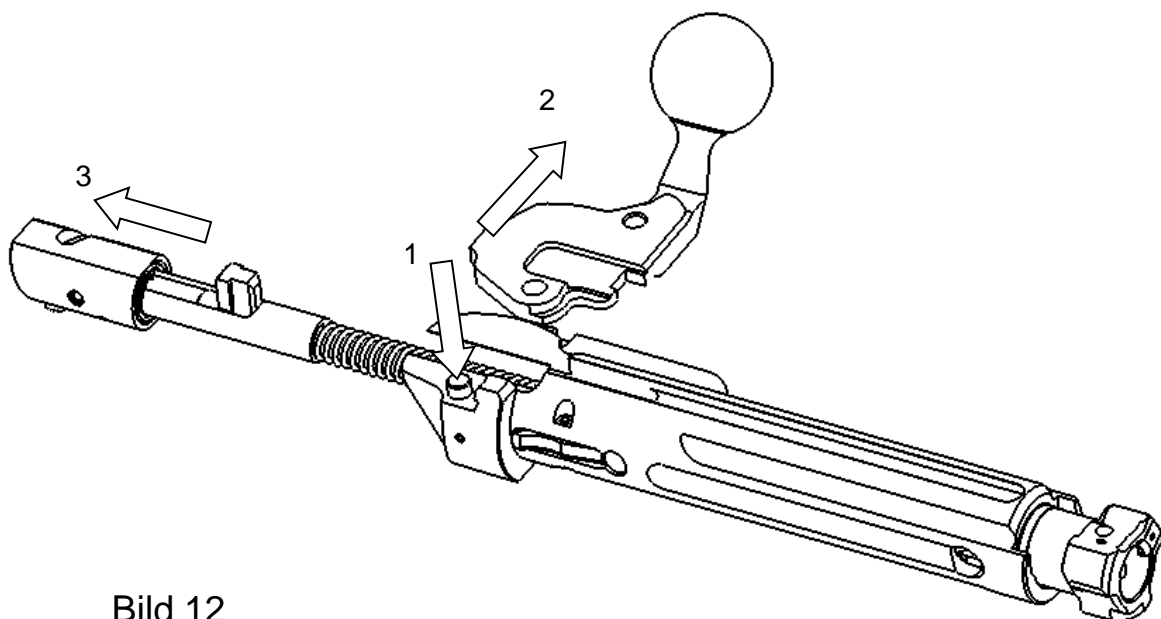

Bild 12
- Hebelachse (1) hinein drücken (Bild 12).
- Hebel zur Seite schieben (2).
- Schlagbolzen und Schieber in einer Baugruppe entnehmen (3).